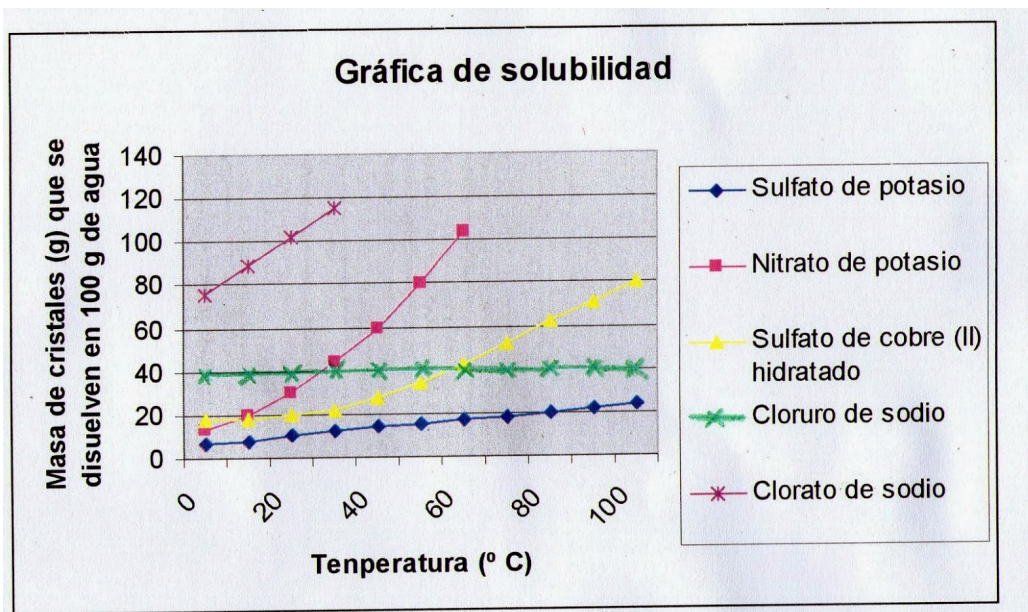

Figura 3: Curva de solubilidad de sales inorgánicas³
6. Observe el tubo N^o 1 que denominó de "referencia" e indique si obtuvo una solución saturada, insaturada o sobresaturada de acuerdo a la gráfica de la figura 3. Considere la masa del soluto y el volumen del disolvente que usó.